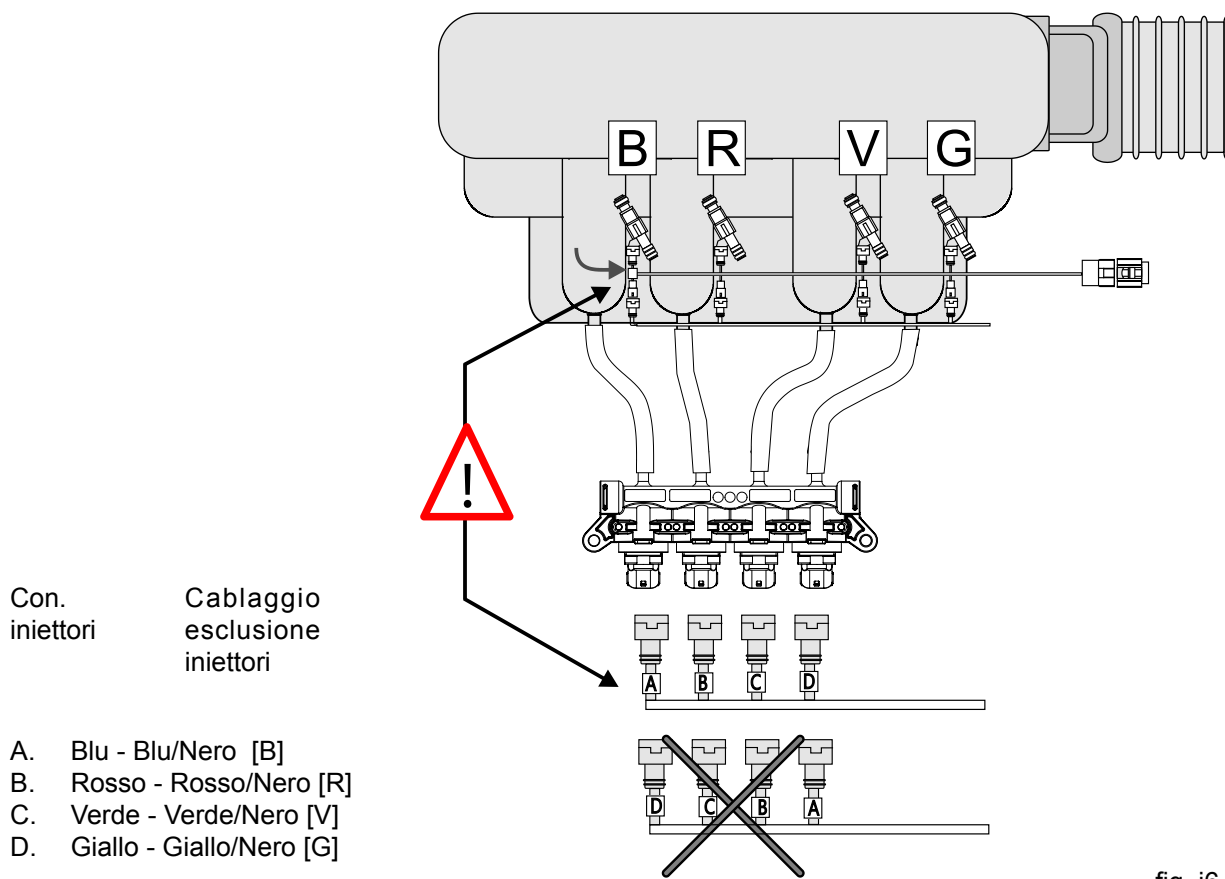

fig. i6
- Esiste una corrispondenza tra il collegamento del cablaggio iniettori gas e il cablaggio esclusione iniettori benzina (fig. i6, i7, i8 e capitolo "Cablaggio esclusione iniettori benzina"), nell'effettuare i collegamenti elettrici assicurarsi che il connettore sugli iniettori siano agganciati correttamente.